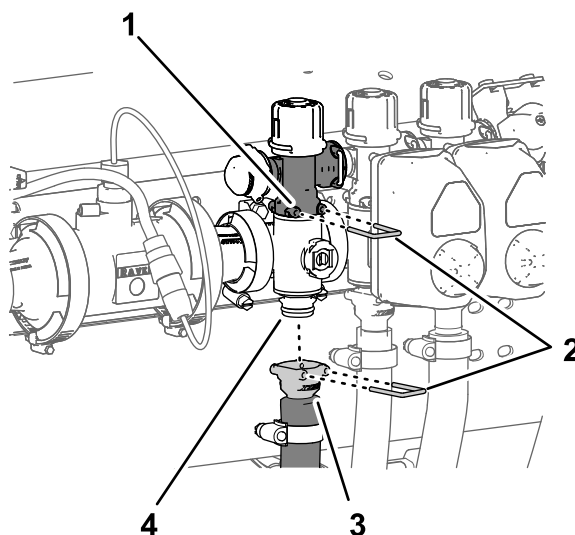

Figure 110
- Retirez l'étrier qui fixe le raccord rapide du flexible d'alimentation de section au collecteur et l'étrier qui fixe le raccord rapide de la vanne du collecteur de section (Figure 110).
- Retirez l'étrier qui fixe le raccord rapide de la vanne de dérivation de section à la vanne du collecteur de section (Figure 110).